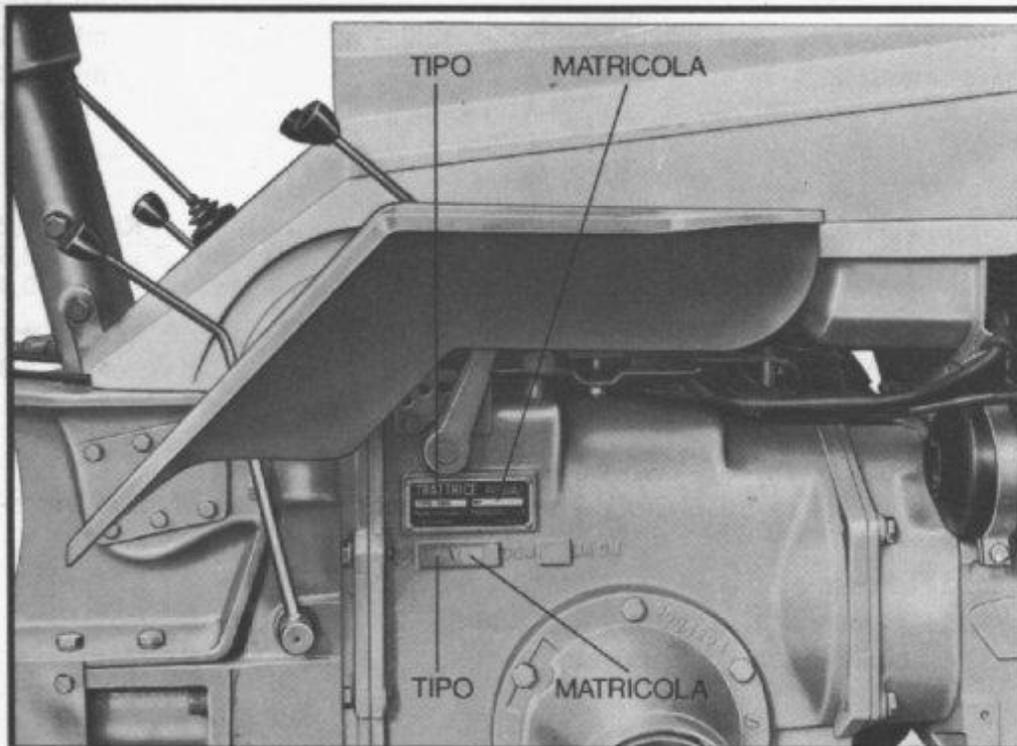

FIG. 1
- I dati per l'identificazione di ogni trattrice sono riportati sia sulla targhetta, sia sul corpo della macchina (fig. 1).